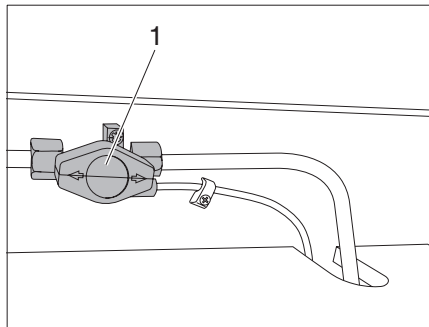

Bild 70 Gasavstängningsventil spis
- Före idrifttagande av en gasdriven installerad apparat ska huvudavstängningsventilen på gasflaskan och gasavstängningsventilen (Bild 70,1) öppnas.